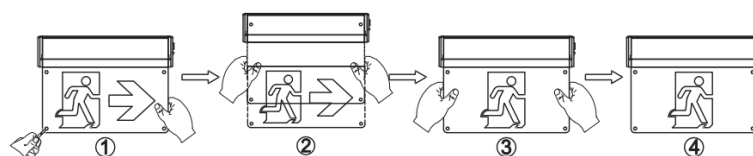

Fig. 5
1. Utiliser un tournevis à tête plate pour retirer les bouchons d'insertion en nylon de chaque coin du pictogramme (Fig. 5).